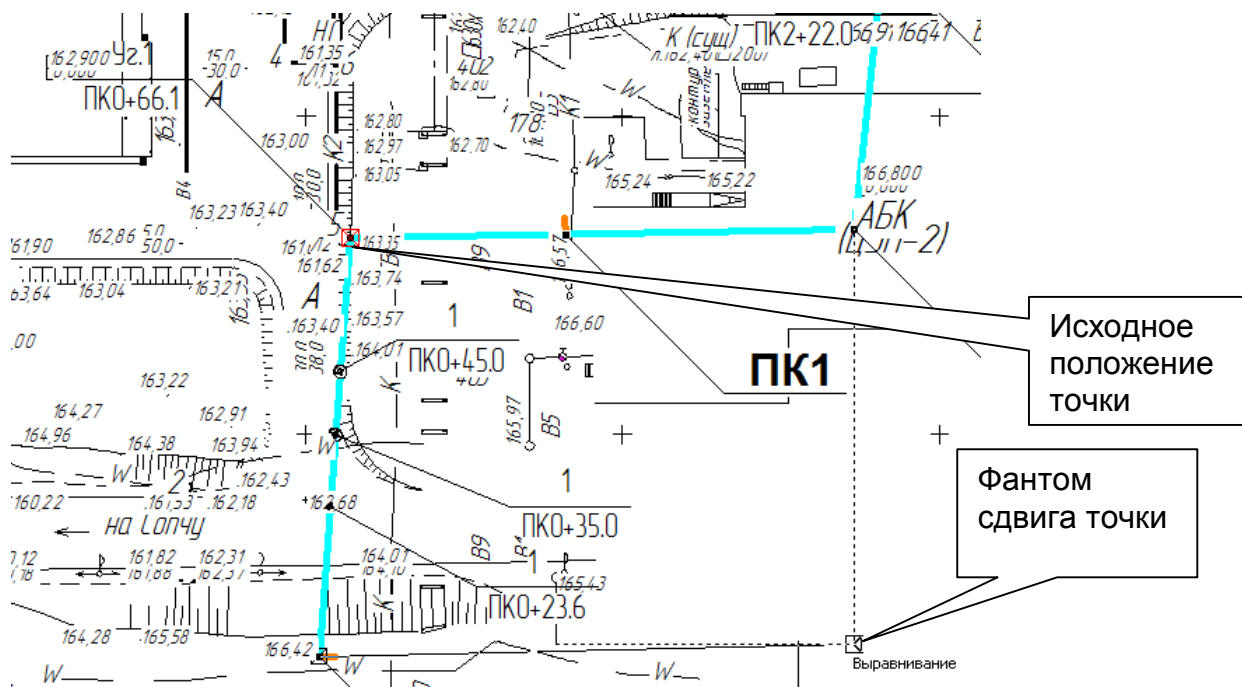

Рис.32
- 2) Если перед входом в данный режим группа выделения отсутствует, то программа выводит запрос: **“Укажите точку или элемент трубопровода для сдвига”**. Если указанная точка является точкой линии трубопровода (стиль - перечеркнутый квадрат) или элементом трубопровода, то при перетягивании точки мышью на экране появляется фантом нового положения (рис.32). Двигая фантом, нужно указать новое положение точки или элемента и затем его зафиксировать нажатием на левую кнопку мыши. При сдвиге точки программа перерисовывает сеть трубопровода в соответствии с новым положением сдвинутой точки. Если на соседних со сдвигаемой точкой участках сети имеются дополнительные элементы, то они также будут передвинуты в новое положение в соответствии с новыми координатами участков сети. В этом случае новые точки привязки элементов определяются по операции поворота (центр - соседняя со сдвигаемой точкой точка сети). Это обеспечивает сохранение расстояний между элементами. Может получиться ситуация, когда элемент будет перемещен в новое положение за пределы сети. Программа выделит такие элементы и предложит их сдвинуть или удалить (рис 33).